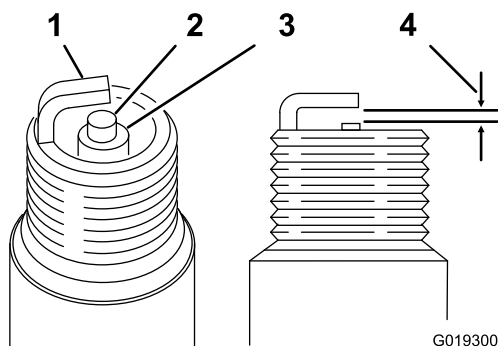

Рисунок 28
3. Убедитесь в том, что воздушный зазор правильный (Рисунок 28).